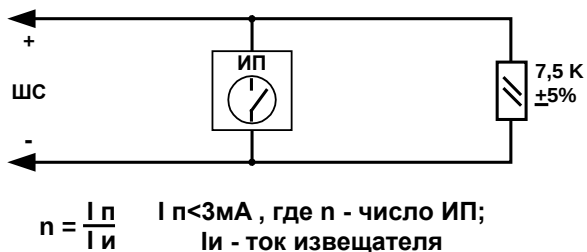

Рис. 8 Пожарный ШС с активным ИП (при срабатывании одного ИП формируется извещение «Пожар»)
- от активных ИП с нормально-разомкнутыми контактами с формированием извещения «Пожар» при срабатывании одного извещателя в ШС с последующей проверкой повторного срабатывания через ~ 8 с (см. Рис. 8, Табл. 12);
Примечание. Количество ИП, включенных в ШС данного типа рассчитывается по формуле на Рис. 8, исходя из тока потребления применяемого извещателя Ии.